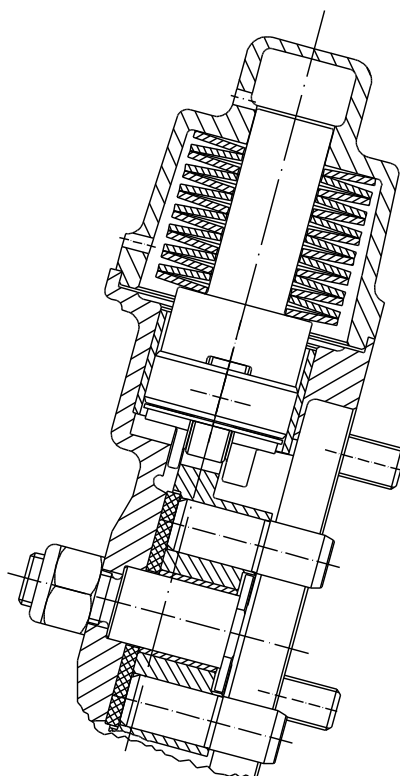

Figura D-11. Disposición de los resortes de disco
- Atornillar los dos tornillos (9) para el ajuste horizontal con las tuercas (13) en la parte trasera del alojamiento (32.2).
- Premontar el émbolo (22):
- Poner los resortes de disco (17) de dos en dos sobre el vástago del émbolo (Figura D-11).